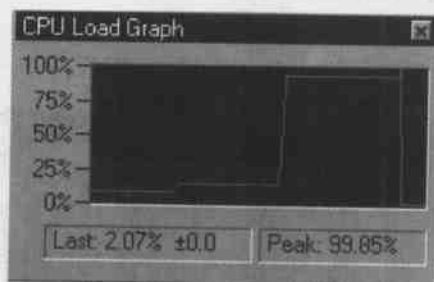

图 7.30 CPU Load 为 10 %
(13) 按 Shift+F5 键停止程序运行并更新线程执行图。此时在 Assertions 行有方块出现, 这表明 CCS2 已检测到应用程序不能满足实时要求。
(14) 在 Load 调节窗口将 Load 改为 10, 单击 Execute 按钮。此时 CPU 负荷和执行图重新被更新, 如图 7.30 所示。